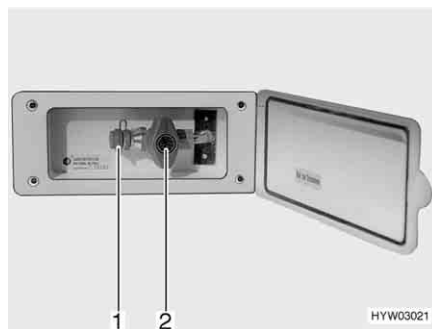

Fig. 73 Presa gas esterna, rubinetto di arresto del gas chiuso
La presa gas esterna (Fig. 73) si trova, a seconda del modello, nella parte posteriore o sul lato destro o sinistro del veicolo.
- Collegare l'apparecchio a gas esterno all'attacco (Fig. 73,1).
- Aprire il rubinetto di arresto del gas (Fig. 73,2).